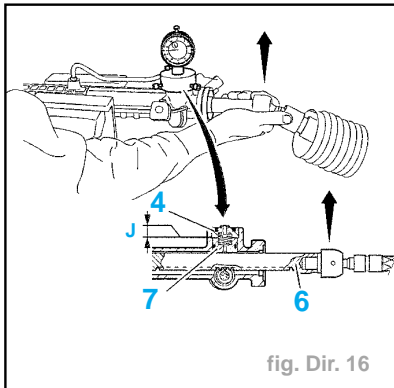

fig. Dir. 16
- Lever énergiquement la crémaillère (6) pour assurer l'appui du poussoir (7) sur la vis (4) (fig. Dir. 16).